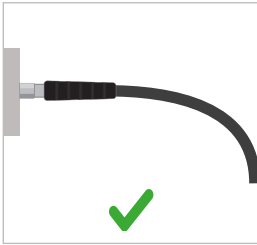
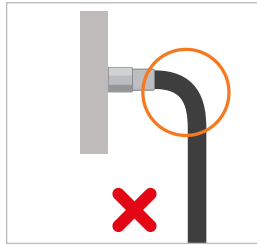

Figure 1
Figure 2
- ▶ Assurez-vous que la courbure d'un flexible débute uniquement après une longueur de 19 mm afin d'éviter toute torsion et sollicitation de traction (Figure 1 et Figure 2).